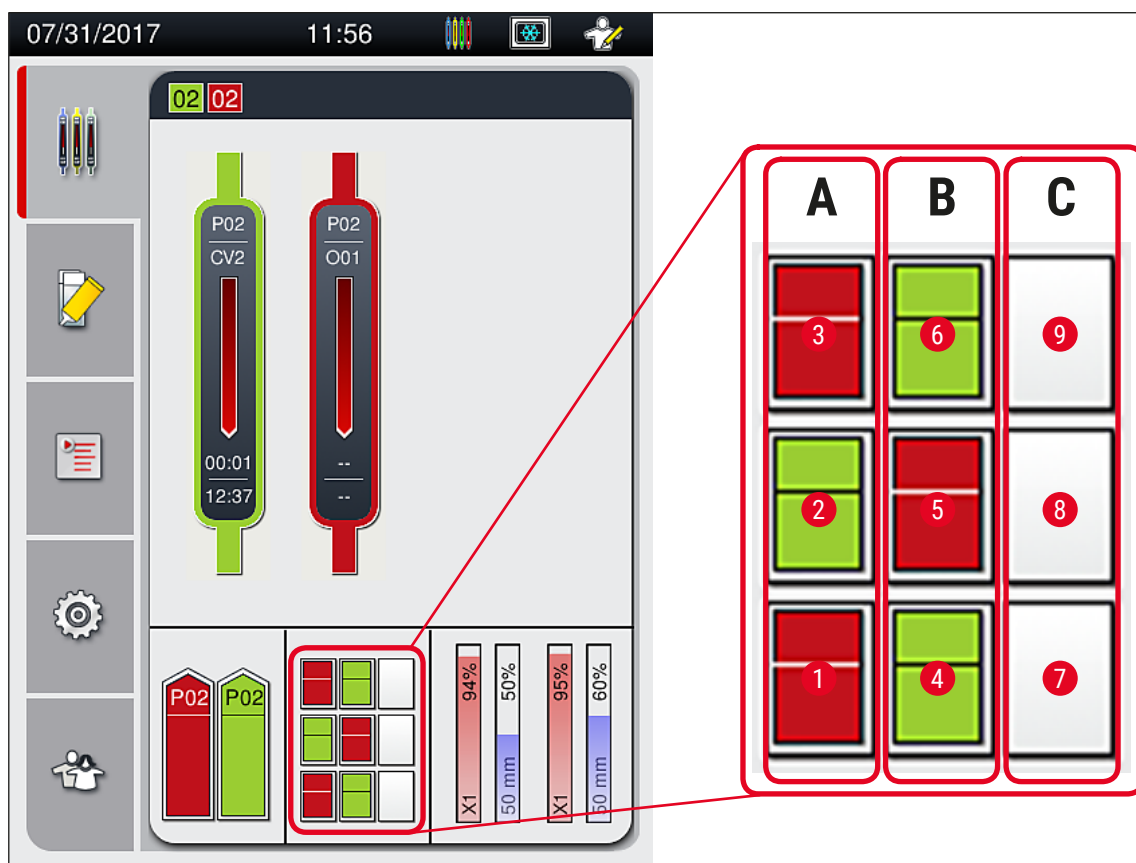

Рис. 75
- В общей сложности разгрузочное устройство вмещает до 9 штативов. Штативы размещаются в разгрузочном устройстве в последовательности от А1 до С9 (→ Рис. 75).